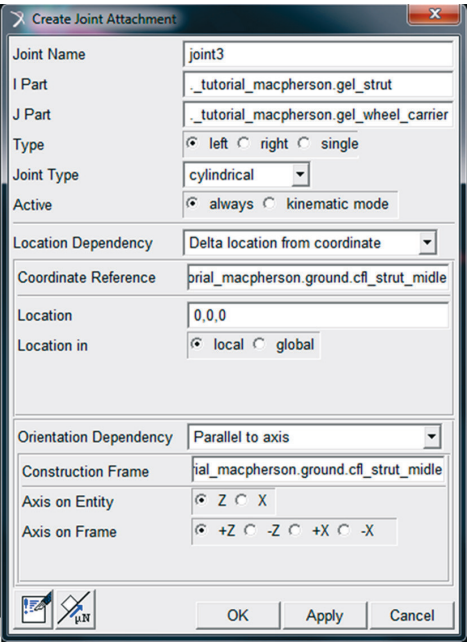

Figura 4.62 – Criação da Junta 3.
- Para construção da junta 3 preencha os campos da janela *Create Joint Attachment* conforme ilustrado na Figura 4.62.